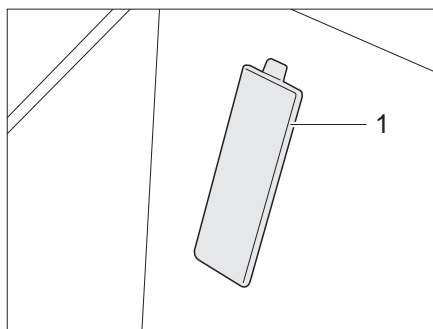

Bild 286 Täckplatta chassinummer (basfordon Fiat)
- ▷ På fordon med Fiat-chassi sitter chassinumret bakom en täckplatta (Bild 286,1) vid ingången på passagerarsidan.